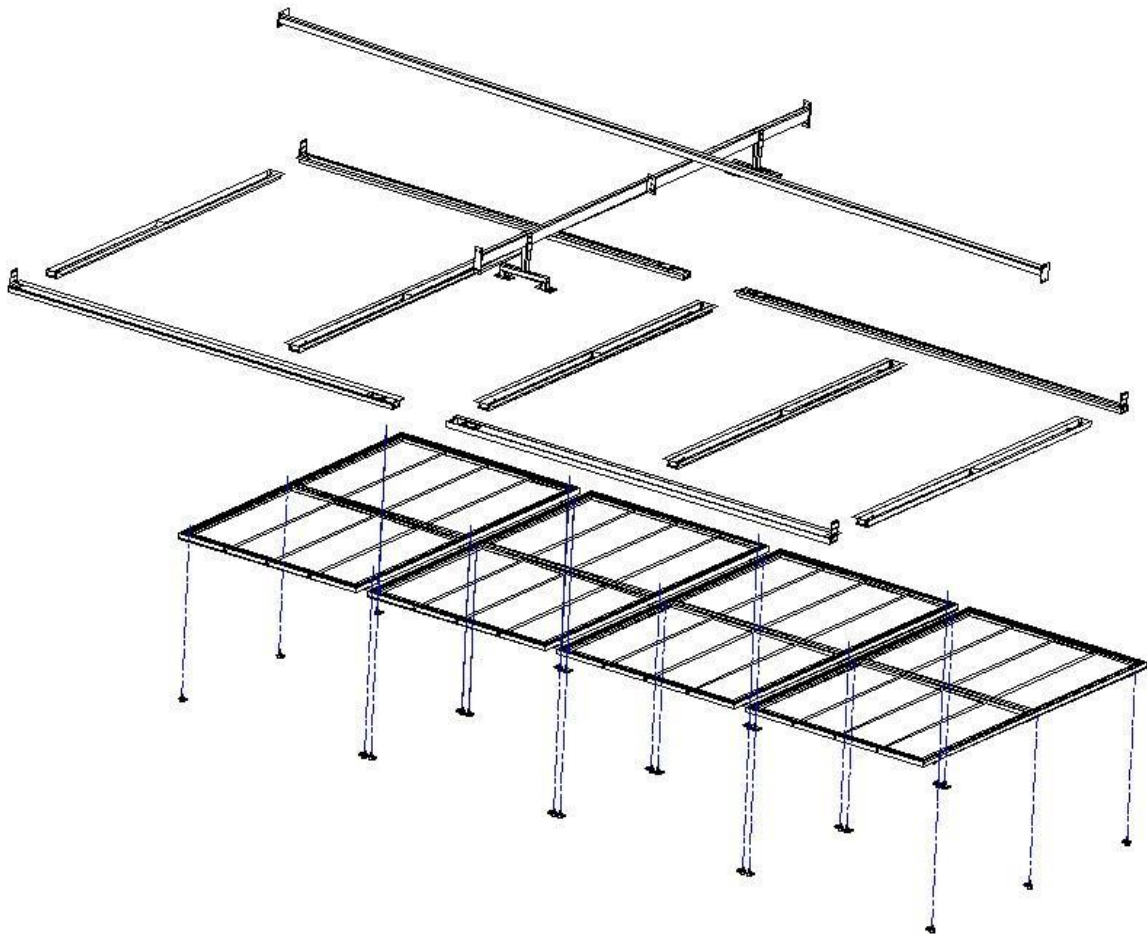

Рис. 2.7
1. Установка опорной балки (показано на рис.2.7)
Установите световой короб в обшивку, одной стороной прикрепите к панели покрытия потолка, а другой стороной прикрепите к боковой панели потолка гвоздем. Показано на рис.2.7.
5. Установка каркаса фильтра показано на рис.2.7. Закрепите раму шарниром.